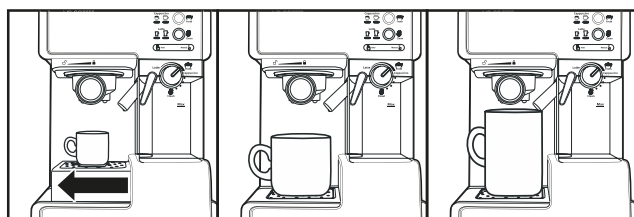

Рис. 8
- Поставьте подходящую чашку на соответствующий поддон (3 или 5) и с помощью ручки (8) направьте трубку-капучинатор (2) в чашку (рис. 8).
- Включите кофеварку нажатием кнопки (14), подсветка кнопок (23, 24 и 25) на панели управления начнет мигать.
- Когда подсветка кнопок перестанет мигать, нажмите и удерживайте кнопку приготовления эспрессо (23) в течение 3 секунд. Позвольте воде течь в течение 80-90 секунд.
- Повторным нажатием кнопки (23) отключите подачу воды в чашу.
- Поворотом регулятора подачи молочной пенки (9) выберите режим промывки «Очистка».
- Затем нажмите и удерживайте кнопку приготовления капучино (24) в течение 3 секунд.
- Повторным нажатием кнопки (24) отключите подачу воды в чашу.
- Когда кнопки на панели управления перестанут мигать, нажмите на кнопку приготовления эспрессо (23) один раз для приготовления одной порции кофе (30–40 мл).
- Нажмите дважды на кнопку (23) для приготовления двойной порции эспрессо.
- Нажмите и удерживайте кнопку (23) в течение 3 секунд для приготовления порции эспрессо по вашему усмотрению.
- По вашему усмотрению Вы можете отключить подачу кофе в чашу повторным нажатием кнопки (23).
- Включите кофеварку нажатием кнопки (14).
- Поворотом регулятора подачи молочной пенки (9) выберите режим «Капучино».
- Когда кнопки на панели управления перестанут мигать, нажмите на кнопку приготовления капучино (24) один раз для приготовления одной порции кофе.
- Нажмите дважды на кнопку (24) для приготовления двойной порции капучино.
- Поворотом регулятора подачи молочной пенки (9) выберите режим «Латте».
- Когда кнопки на панели управления перестанут мигать, нажмите на кнопку приготовления латте (25) один раз для приготовления одной порции латте.
- Нажмите дважды на кнопку (25) для приготовления двойной порции латте.